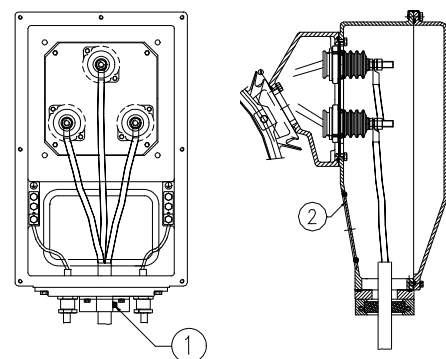

Рисунок 4.5. Клеммная коробка
**Условные обозначения на Рисунок 4.5**